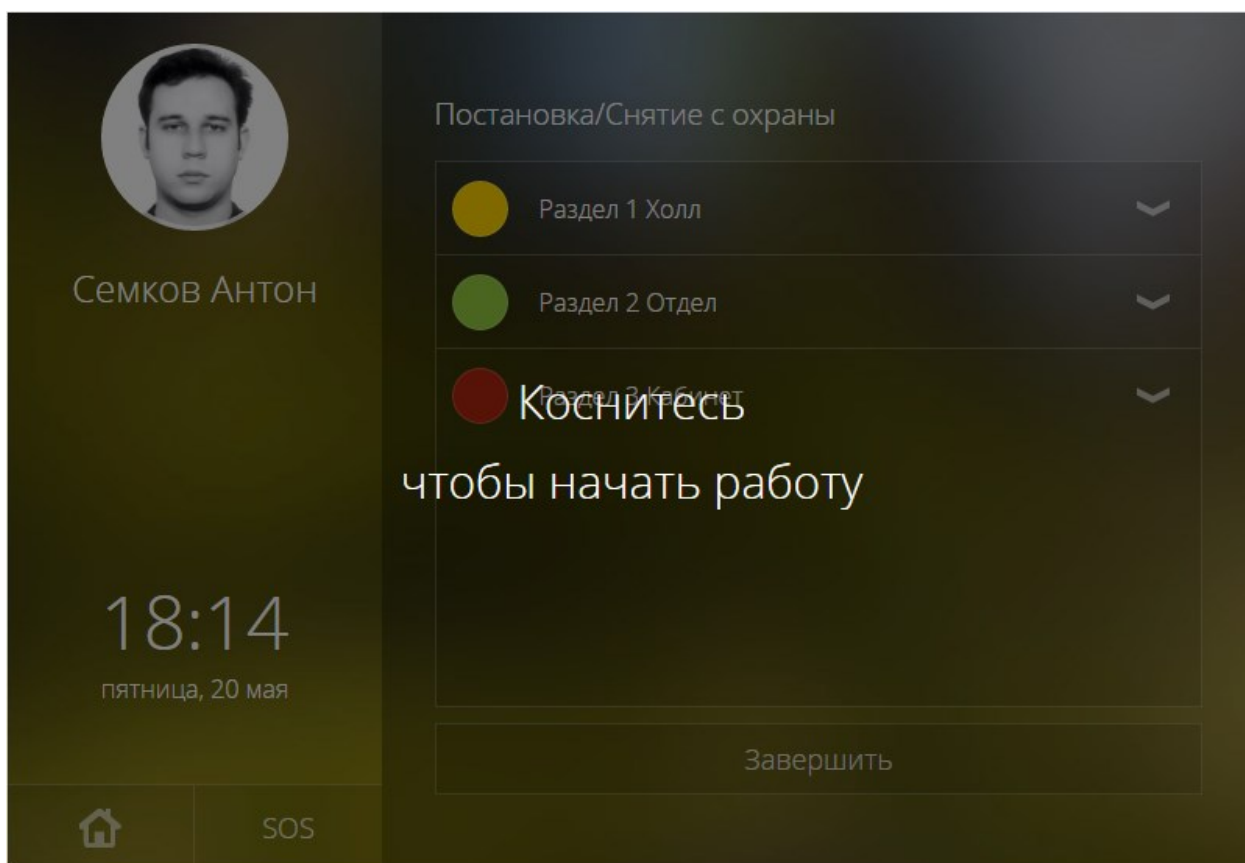

Рисунок 2.8 — Авторизация по карте. Требуется подтверждение
- При авторизации по карте на экране отобразится сообщение «Коснитесь чтобы начать работу» (рисунок 2.8). Касание необходимо для прерывания транзакции по точке доступа и перехода к управлению охраной. Если будет начата транзакция (например, открыта дверь), сеанс управления охраной будет блокирован, отобразится стартовое окно (рисунок 2.6). Коснитесь экрана.